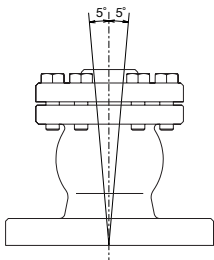

Abbildung 1
3. Den Entlüfter senkrecht, innerhalb der Schräglagentoleranz, mit dem Einlass unten und dem Auslass oben einbauen (Abbildung 1).